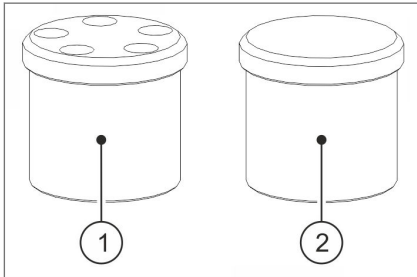

Abb. 29 Altes und neues Kronkorkenhaltermodell
- Drehen Sie den Verkorkerkopf mit der Hand ab und prüfen Sie, ob es sich um ein neues oder ein altes Kronkorkenhaltermodell handelt. Das neue Modell verfügt über 5 sichtbare Magnete (Abb. 29/①).